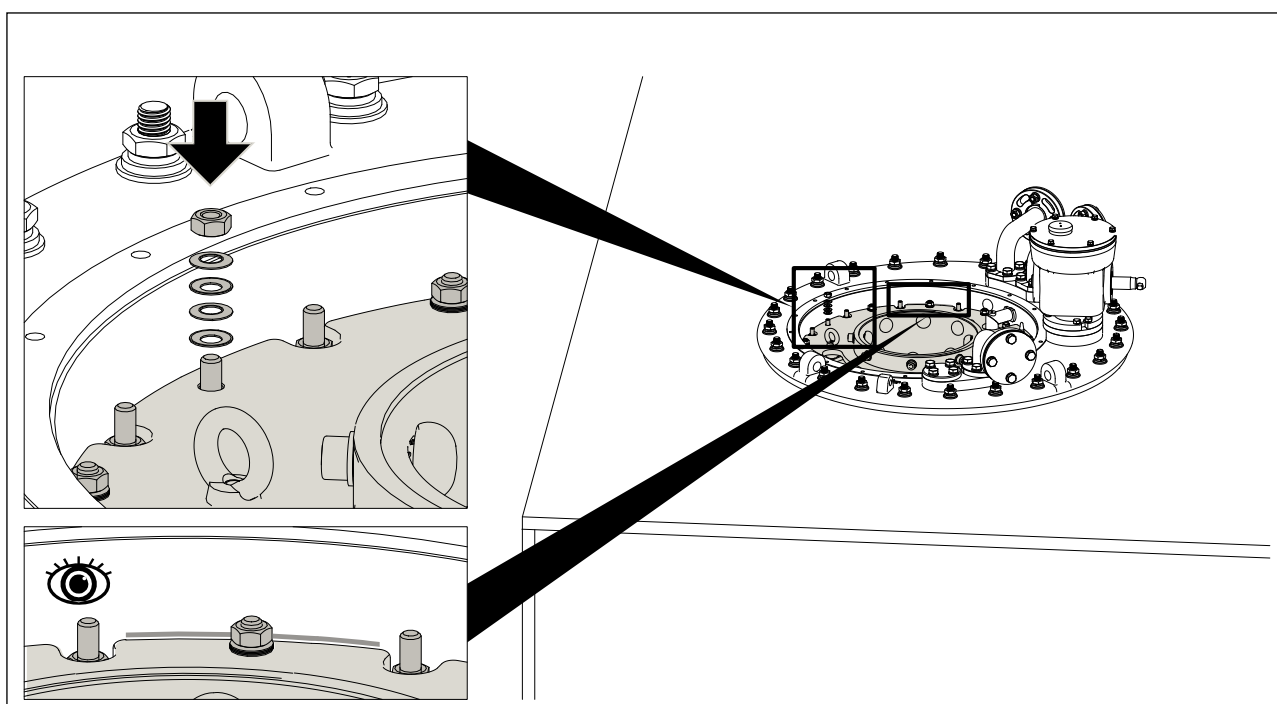

图 5-26 安装切换开关芯子
- d. 使用 13mm 开口 / 套筒扳手，安装 9 套 M8 螺母，每套配碟形垫圈 x4，扭矩：15Nm，在法兰环上未涂红色漆区域进行螺母安装作业（见图 5-26）。